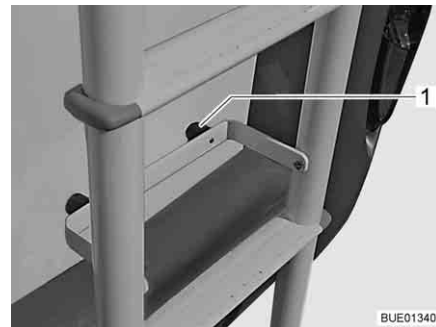

Bild 2 Klappbare Leiter, Leiter nach unten geklappt
- Schutzbügel mit den Gummipoppen (Bild 2,1) gegen die Fahrzeugrückwand legen.